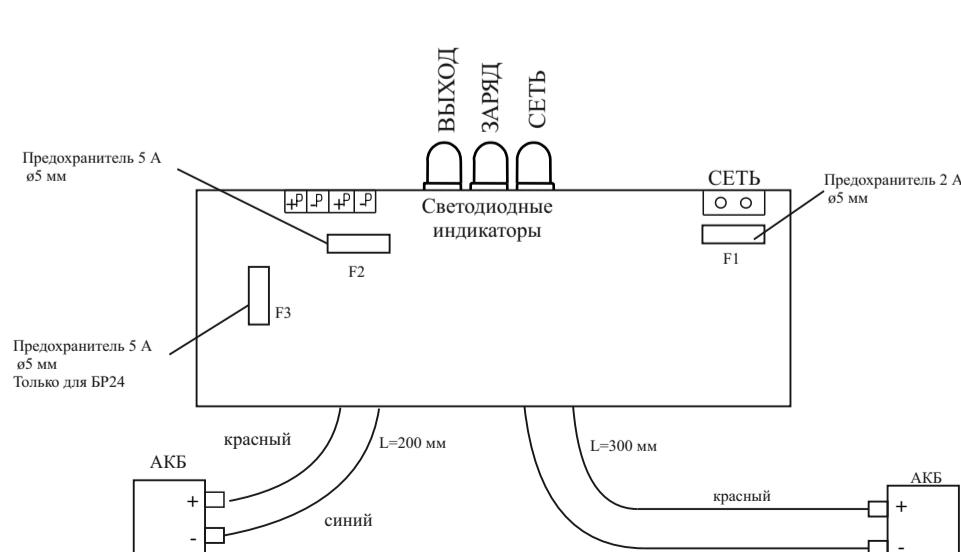

Рисунок 2 – Схема подключения платы бокса
6.4 Подключение соединений производить в соответствии со схемой (Рисунок 2) соблюдая последовательность:
е) подать на бокс сетевое напряжение 230 В частотой 50 Гц, при этом должны засветиться зеленым цветом индикаторы СЕТЬ и ВЫХОД. Если индикатор СЕТЬ не засветился, проверить наличие сетевого напряжения на клеммнике сетевого питания и исправность предохранителя F1 (2 А) (Рисунок 2) и, при необходимости, заменить его;